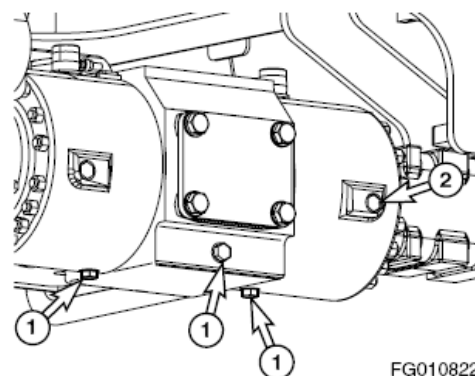

Figura 84
1. El orificio de drenaje de aceite (1, Figura 84) se encuentra en la sección inferior de la funda del eje y el orificio de llenado (2), en la sección trasera de la funda del eje trasero.
2. Limpie toda suciedad, grasa y otros materiales de los alrededores de los orificios de drenaje (1, Figura 84) y llenado (2) de la funda del eje.
5. Quite el tapón de llenado (2, Figura 84) y llene hasta la parte inferior del orificio de llenado con aceite de engranaje aprobada.